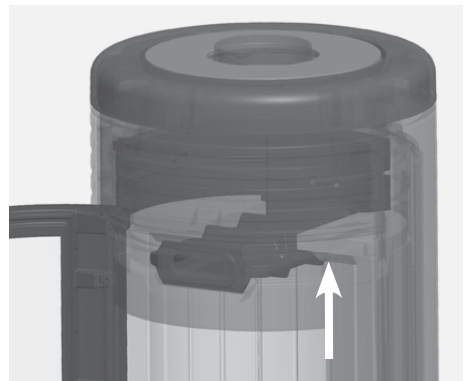

Fig. 4.22 Relevage des briques déflectrices
- Soulevez légèrement les briques déflectrices (voir Fig. 4.22),